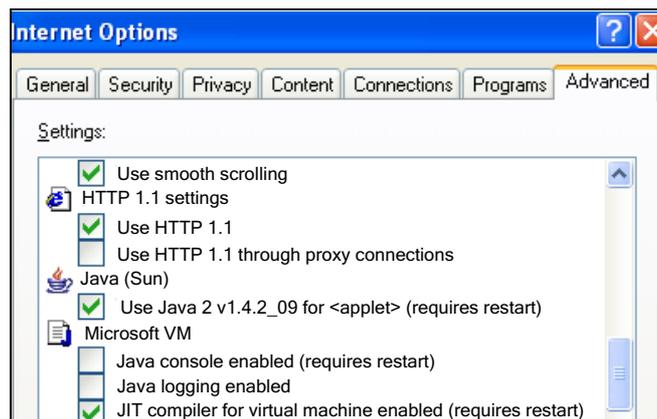

Рис. 32 Параметры Java для подключения к Интернету
9. Для работы программного обеспечения системы TOF 200 EasyKey требуется Sun java. Перейдите на вкладку расширенных параметров веб-браузера и выберите Java (Sun), убрав флажок Microsoft VM. См. Рис. 32. Если параметр Sun Java недоступен, выполните процедуру **Работа с программным обеспечением** и загрузите приложение Sun Java, после того как появится соответствующий экран со ссылкой.